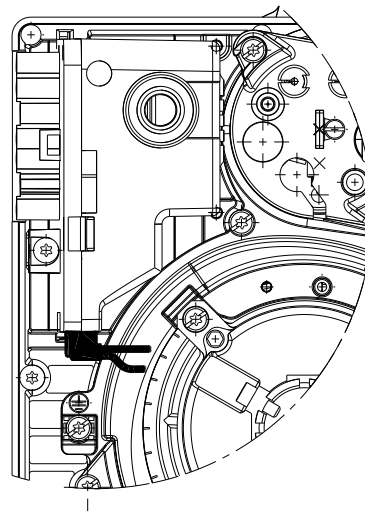

Fig. 21
- Comprobar que los conectores hayan sido conectados correctamente según los símbolos indicados en el fondo del equipo de control de llama: cerciorarse de que los conectores estén insertados a tope empujándolos hasta el fondo, cada uno en su propio alojamiento. Los cables de conexión de todos los conectores deben estar dirigidos hacia el interior del quemador (Ver Fig. 21).